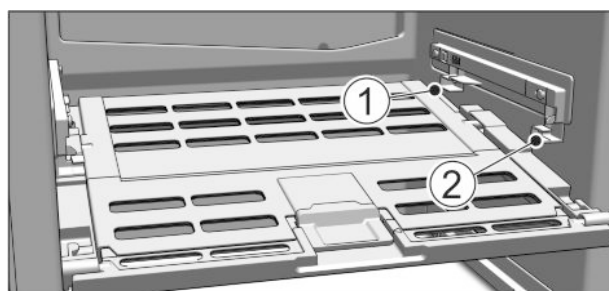

Fig. 43
▶ Установка крышки отделения с функцией для хранения овощей и фруктов Fruit & Vegetable-Safe: Вставить поперечные ребра крышки через низ в задний держатель Fig. 43 (1) и защелкнуть спереди на держателе Fig. 43 (2).